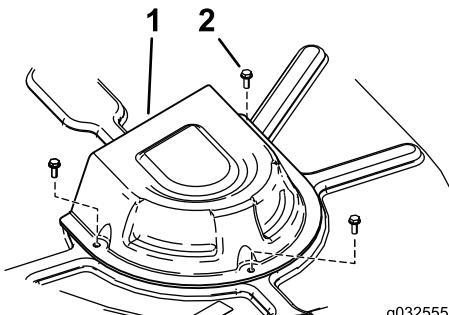

Figura 60
4. Retire las cubiertas de la polea (Figura 60).
- Instale las cubiertas de la polea (Figura 60).